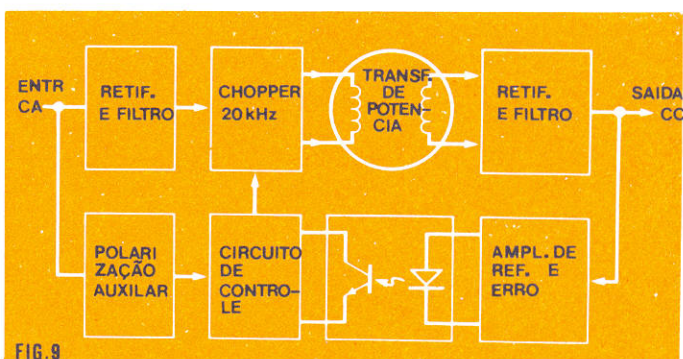

FIG. 9
F. Controle de potência de saída (fig. 9):
eficiente que uma fonte, digamos, de 20 kHz; um acoplador ótico em um circuito linear pode regular a potência de saída pelo simples controle de largura de pulso dos transistores «chopper». Em um certo sistema, mais de um acoplador ótico pode ser usado para realimentar dados ao circuito «chopper» (veja exemplo da fig. 9).